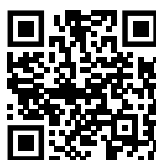

Fig. 154
- Otvorte Liebherr SmartMonitoring Dashboard. (pozri Fig. 154)